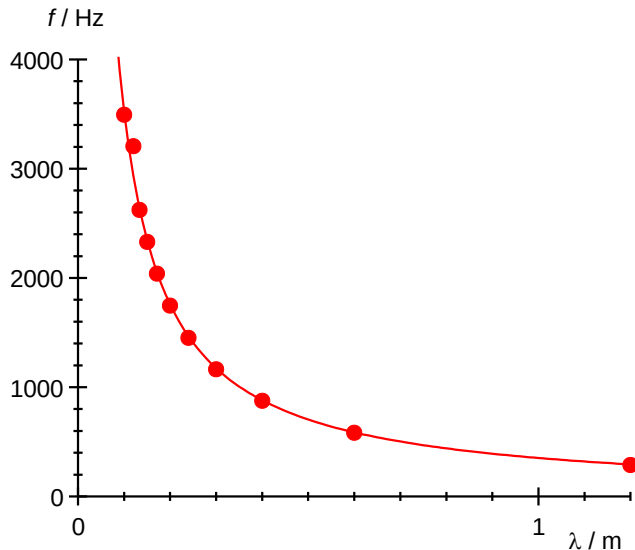

Fig. 5: Frequenz-Wellenlängen-Diagramm für Grund- und Oberschwingungen für $L = 0,6$ m.
- Wellenlängen nach Gleichung (14) berechnen und in Tab. 2 eintragen.
- Ermittelte Resonanzfrequenzen und berechnete Wellenlängen (Tab. 2) in einem f - λ -Diagramm darstellen (Fig. 5).